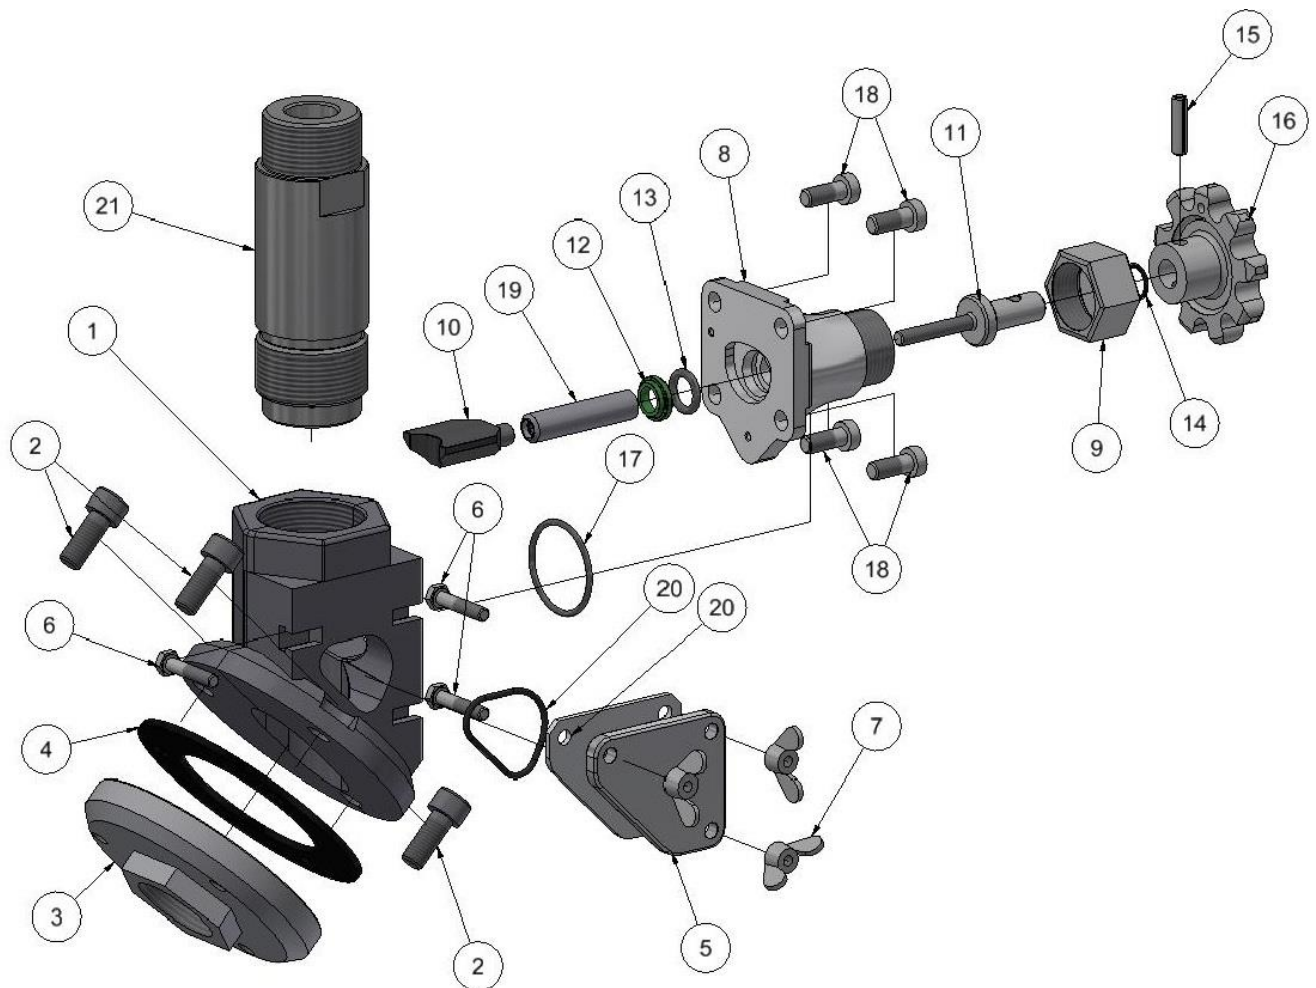

Bild 1: Komponenten / Ersatzteilliste Quantum-K
Im Bild 1 sind die wichtigsten Komponenten des Quantum- K Ventils dargestellt.
2. Drehen des Justierknopfes (siehe Bild 1 - Pos.16)